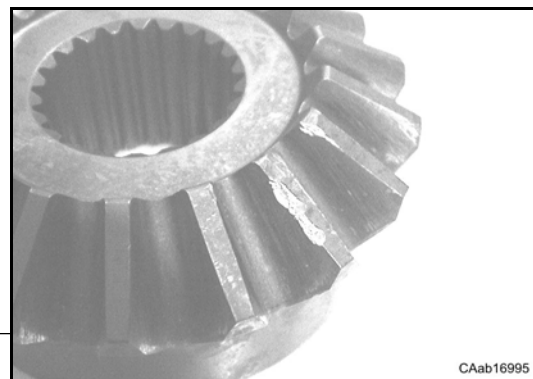

Fig. 16
- Controllare che tutti gli ingranaggi non presentino avarie o eccessiva usura della dentatura: gli smussi dei denti non devono essere deteriorati (Fig. 16).
- Gears should not be spoiled and teething should not be excessively worn out. Teeth smoothing should not be deteriorated (Fig. 16).